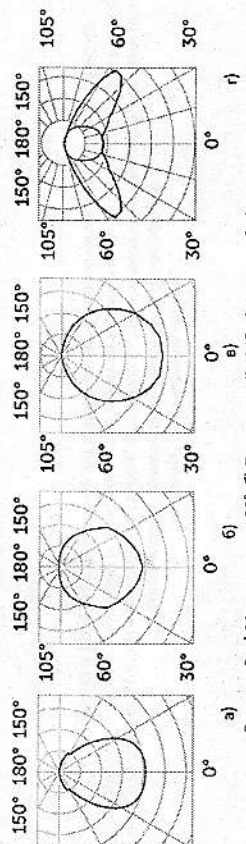

Рисунок 3: а) Микропризма 90°, б) Прозрачный 120°, в) Опал 120°, г) Линза ШЗ.
3.4. В зависимости от типа рассеивателя возможны различные кривые сил света (КСС) (см. рисунок 3).